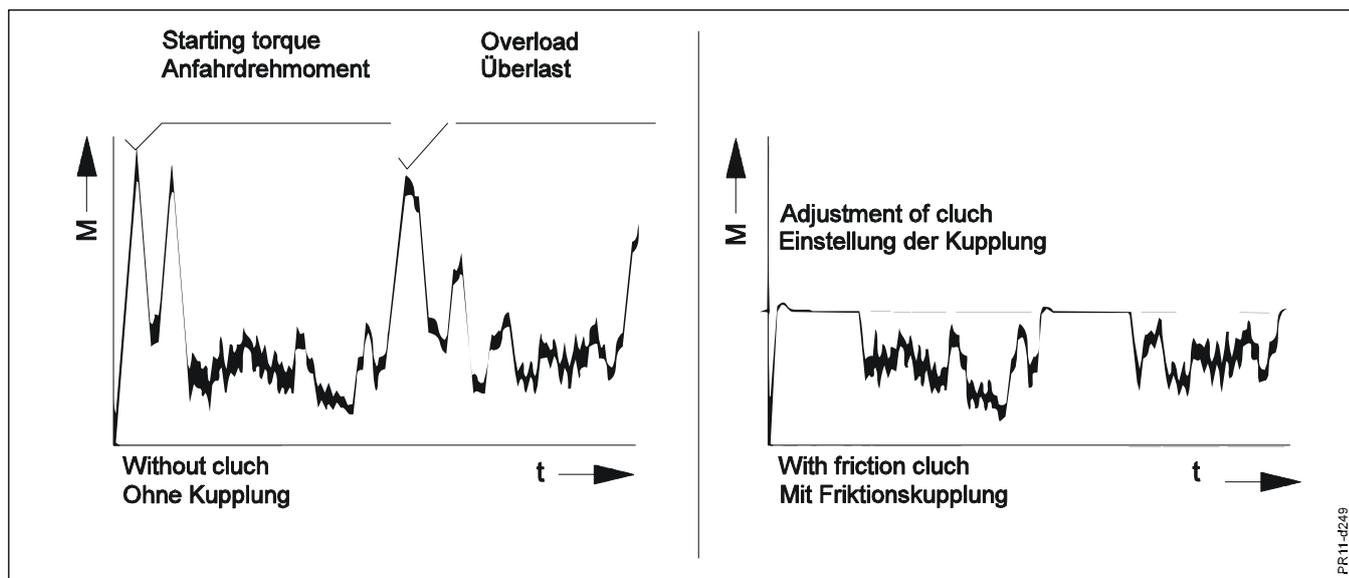

Abb. 5-1
**Abb. 5-1** Um eine lange Lebensdauer für Schlepper und Maschine sicherzustellen, ist die Maschine mit **Friktionskupplungen** auf den Gelenkwellen sowie zwischen Wagen und Schneidwerken ausgerüstet. Unterschiede liegen darin, in welcher Richtung der Freilauf läuft. Die Figur zeigt, wie die Kupplung die Transmission gegen hohe Momentenspitzen sichert und gleichzeitig im Stande ist, das Moment hoch zu halten, während sie gleitet.